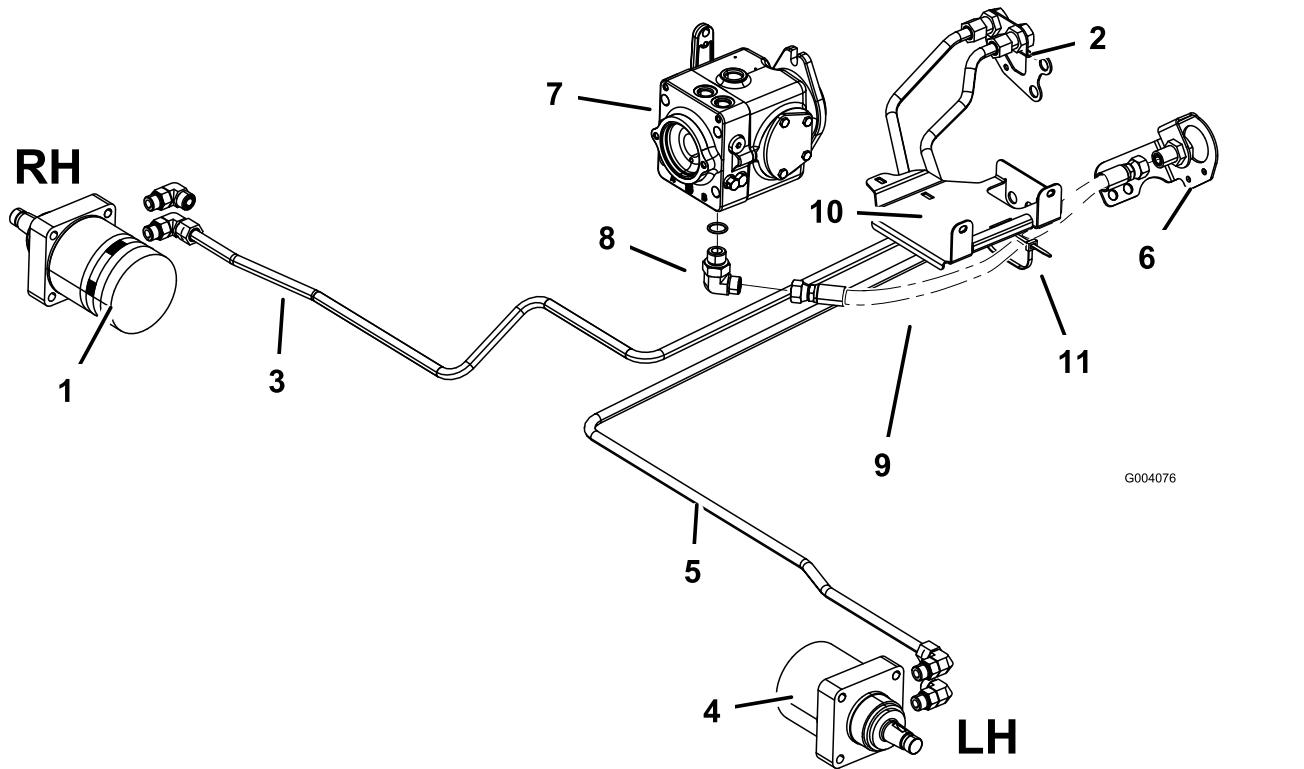

Рисунок 11
и к правому гидравлическому патрубку в правой перегородке рамы (Рисунок 11).
- Подсоедините гидравлический патрубок, № по кат. 108-7623, к штуцеру левого привода и к левому гидравлическому патрубку в правой перегородке рамы (Рисунок 11).
- Установите 90-градусный гидравлический штуцер в нижней части насоса с переменной производительностью (Рисунок 11).
- Прикрепите гидравлический шланг к нижней части поддона аккумуляторной батареи с помощью кабельной стяжки (Рисунок 11).